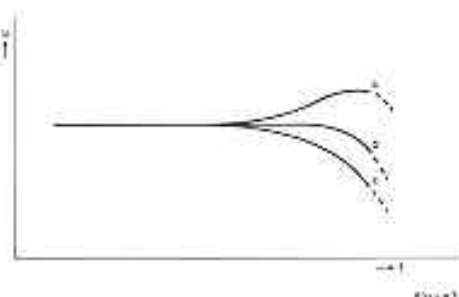

Fig. 18
- Bei Frequenzen höher als 6300 Hz soll der Frequenzgang ungefähr der in Abb. 18 gezeigten Kennlinie entsprechen. Die Nachverzerrung soll  $\leq 3\%$  bei 1 kHz (100% Modulation) sein.
Wenn die hohen Frequenzen zu viel abgeschwächt werden, so ist der Vormagnetisierungsstrom zu hoch (Abb. 18 c). Sind die hohen Frequenzen zu stark (Abb. 18 a) und/oder ist Verzerrung hörbar, so ist der Vormagnetisierungsstrom zu niedrig.